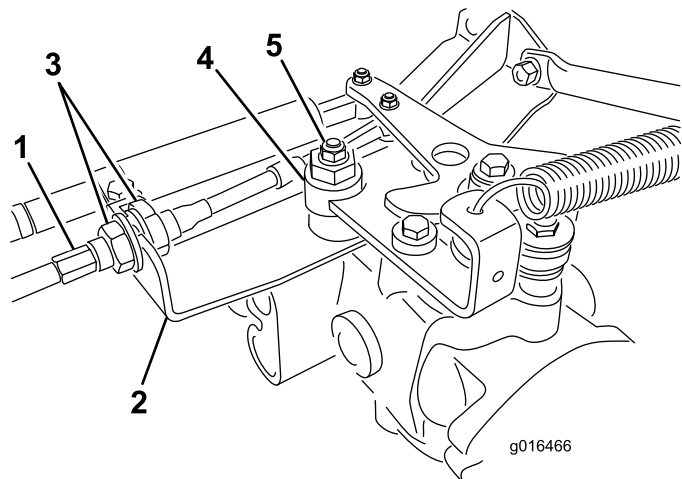

Figura 41
- A. Slăbii ambele contrapiulie care fixează cablul de comandă al traciunii la placa despărtoare de pe sistemul hidrostatic (Figura 41). Asigurați-vă că respectivele contrapiulie sunt slăbite în mod egal și suficient pentru a permite reglarea.
Notă: Slăbiți piula care fixează excentricul la partea superioară a hidrostăului (Figura 41).
- E. Când roata se oprește, strângeți contrapiulia excentricului și reglajul (Figura 41).
- G. Din fiecare parte a plăcii despărtoare, strângeți uniform contrapiuliile, fixând cablul de traciune pe placă (Figura 41). Nu răsuciți cablul.